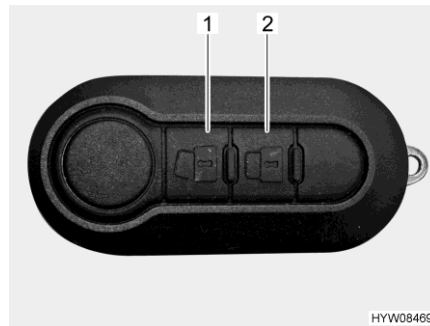

Fig. 67 Télécommande du verrouillage centralisé (2 touches)
- Déverrouiller les portes : ■ Appuyer une fois brièvement sur la touche  (Fig. 67,1). Les serrures de porte sont déverrouillées.
- Verrouiller les portes : ■ Appuyer une fois brièvement sur la touche  (Fig. 67,2). Les serrures de porte sont verrouillées.